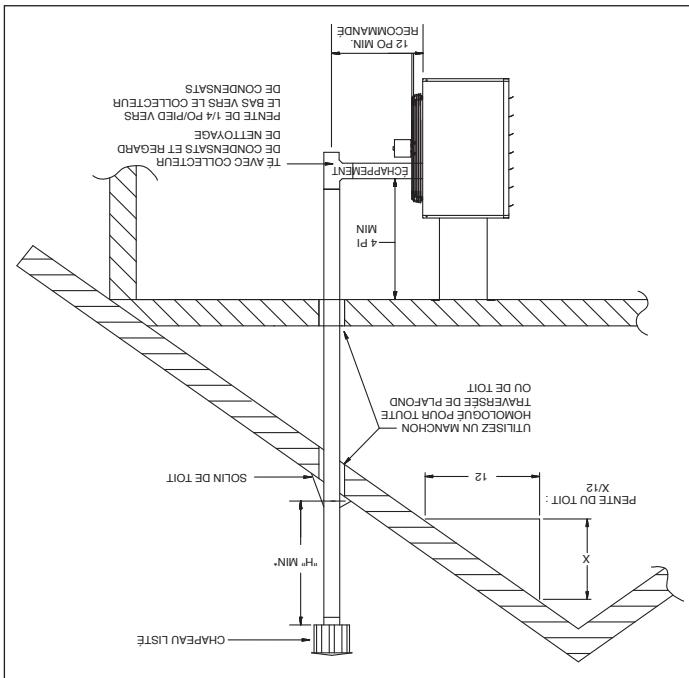

Figure 8.1 - Système de ventilation verticale de catégorie I
- Pour des conduits d'évacuation à double paroi et une distance horizontale de 8 pi de tout mur vertical ou obstacle similaire, le conduit doit se terminer à au moins 2 pi au-dessus du point le plus haut de sa traverse du toit et à au moins 2 pi au-dessus de toute partie horizontale du bâtiment dans un rayon de 10 pi. Voir la figure 8.1.
- Pour des conduits d'évacuation à double paroi et une totale, conforme à la figure 8.1 et au tableau 8.1.
- Le niveau de l'orifice de sortie doit être à au moins 5 pi comme sur la figure 8.1.
4. Si le système d'évacuation respecte TOUtes ces exigences (voir exemple à la figure 8-1).
8. Conductit vertical débouchant horizontalement (vers le haut) (exemple à la figure 8-1).
9. Conductit vertical débouchant verticalement (vers le bas) (exemple à la figure 8-1).
10. Conductit horizontal débouchant verticalement (vers le haut) (exemple à la figure 8-1).
11. Conductit horizontal débouchant horizontalement (vers le bas) (exemple à la figure 8-1).
12. Conductit horizontal débouchant verticalement (vers le haut) (exemple à la figure 8-1).
13. Conductit horizontal débouchant verticalement (vers le bas) (exemple à la figure 8-1).